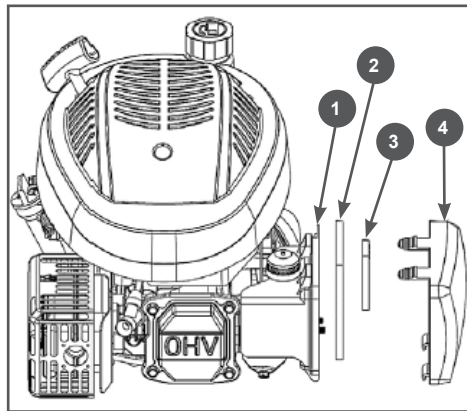

Рис. 11 Обслуживание воздушного фильтра
- Снимите крышку воздушного фильтра 4 (Рис. 11).
- При незначительном загрязнении промойте поролоновые фильтрующие элементы 2,3 (Рис. 11) теплым мыльным раствором и просушите. Поврежденный или сильно загрязненный поролоновый фильтрующий элемент замените.